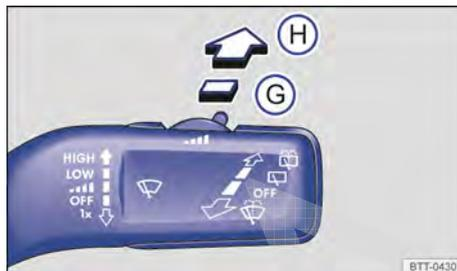

Fig. 117 Comandar o limpador do vidro traseiro.
i Após desligar e ligar novamente a ignição, bem como após ligar o motor com a alavanca dos limpadores dos vidros na posição temporizador do vidro traseiro → Fig. 117 ⑥, o limpador do vidro traseiro não se move imediatamente, mas retoma a operação quando os limpadores do para-brisa estiverem novamente ativos. Com isso evita-se uma limpeza do vidro seco. <